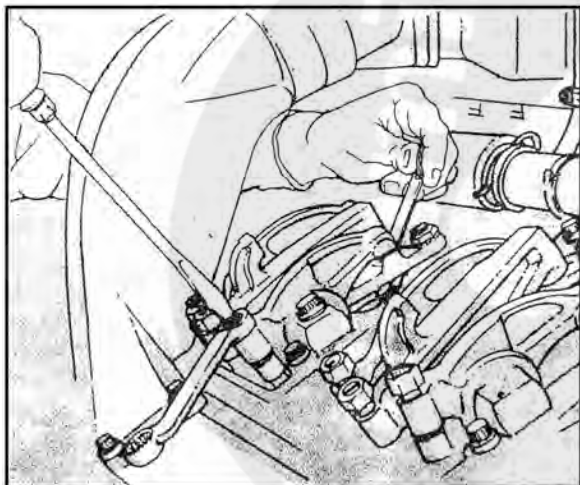

图 2-29 调整气门间隙
2. 拧下调整螺钉直到摇臂正好接触到厚薄规（图 2-29），用锁紧螺母时调整螺钉锁紧在这个位置上。